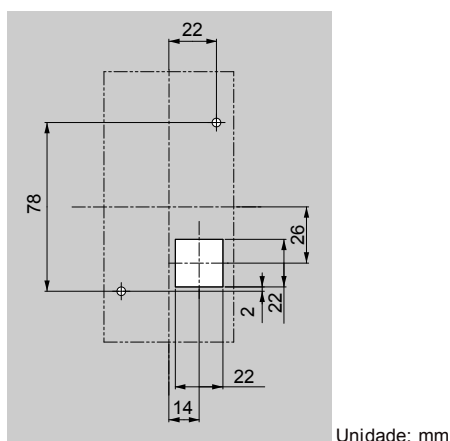

Figura 2.10 Dimensões de recorte do painel (instalação de montagem na superfície/externa)
1. Corte uma abertura no painel do gabinete para o operador digital como mostrado em Figura 2.10.